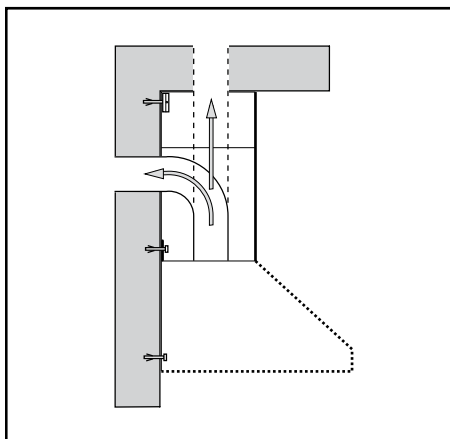

Fig.1
- Lire attentivement les informations suivantes, relatives à la sécurité dans les opérations d'installation et de maintenance. Conserver ce fascicule d'informations pour des consultations ultérieures. Cet appareil a été conçu pour être utilisé en version **EVACUATION** (évacuation de l'air vers l'extérieur **Fig.1**) ou **RECYCLAGE** (optional) recyclage de l'air en l'intérieur.